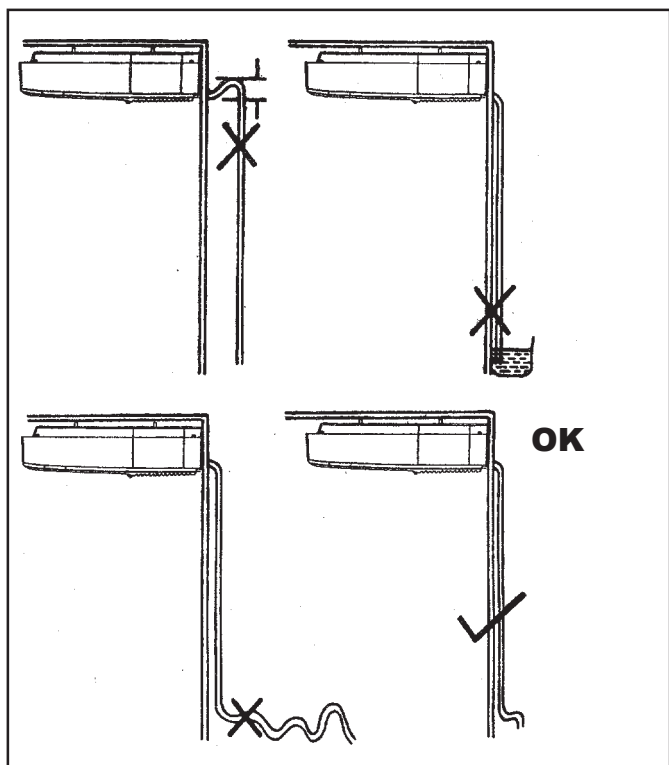

FIGURA 10 - SITUAÇÃO DE DRENAGEM INEFICAZ
- A unidade usa drenagem por gravidade. A tubulação do dreno, no entanto, deve possuir declividade. Evite as situações indicadas na figura 10.